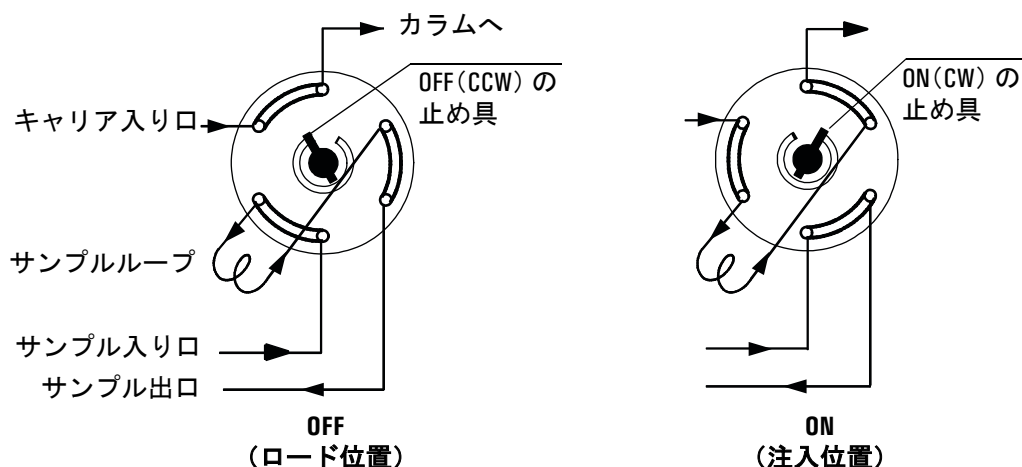

図 22. ガスサンプリングバルブの配管
10. 管がはずれてしまった場合には、つなぎ直して漏れを確認します。参考までに、一般的なガスサンプリングバルブの取り付け例を図 22 に示します。